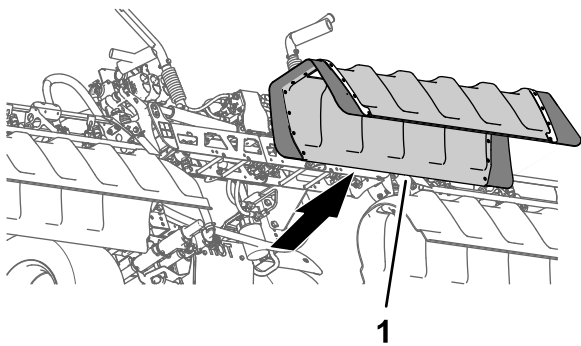

Figura 28
2. Rimuovete la copertura della sezione centrale dalla macchina (Figura 28).